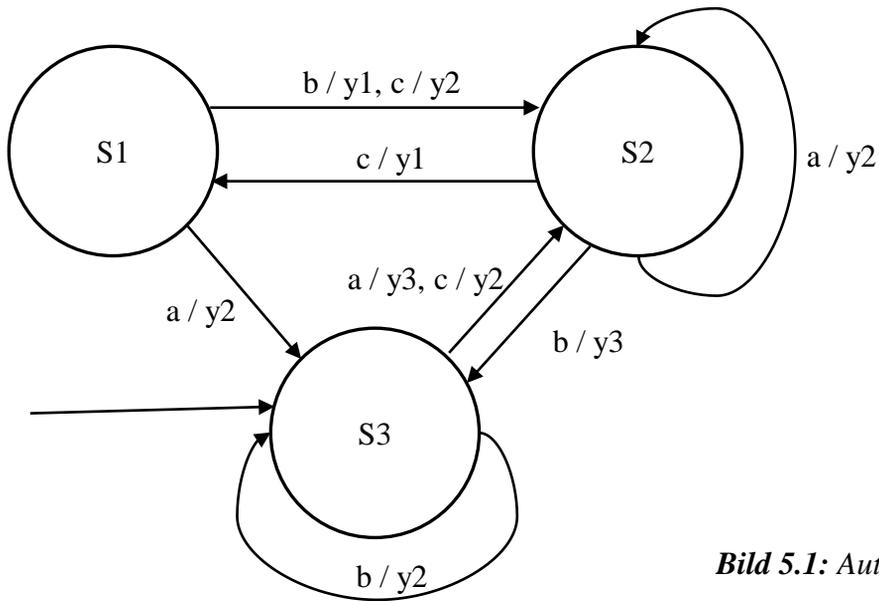

Bild 5.1: Automaten
a) Ist der in Bild 5.1 gezeigte Automat ein Mealy- oder Moore-Automat?
b) Was ist der Startzustand des in Bild 5.1 gezeigten Automaten?
c) Vervollständigen Sie die Übergangstabelle für den in Bild 5.1 abgebildeten Automaten.
d) Welche Ausgabe erhalten Sie ausgehend vom Startzustand für die Eingabesequenz „a, b, b, a, c“ in den Automaten (Bild 5.1)?